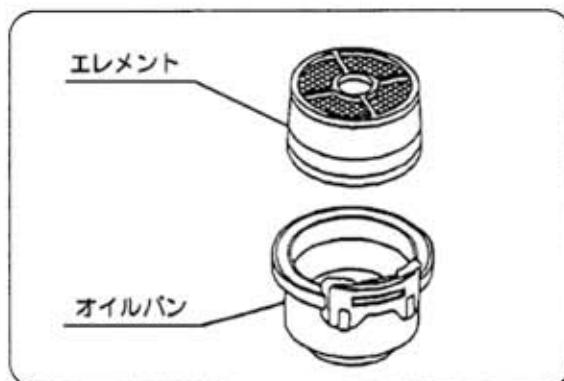

図33
- ② オイルが不足しているときは、オイルレベルまで補充してください。汚れがひどいときにはオイルパン・エレメント共、白灯油で洗浄しエレメントはエンジンオイルに浸し滴下しない程度に振り切ってください。(図33)
- ③ オイルパンはよく洗浄し、新しいエンジンオイル (SC級以上) をレベルまでいれてください。(図33)